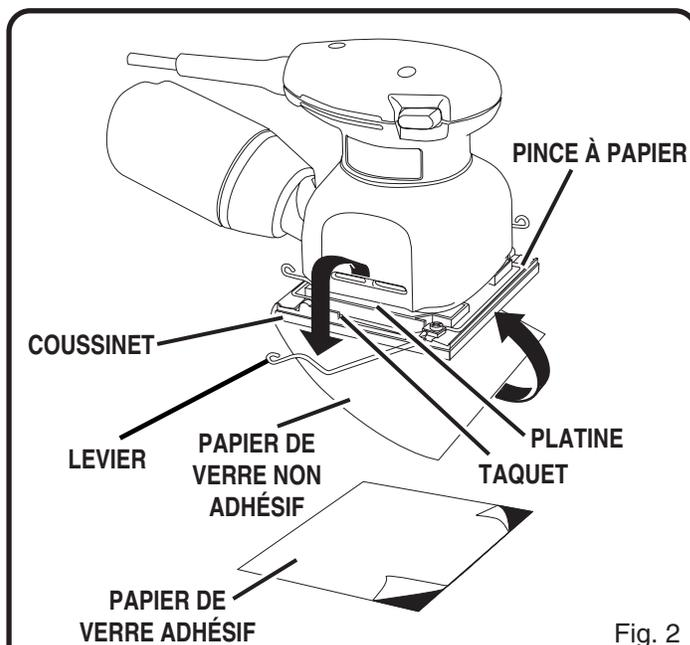

Fig. 2
Voir la figure 2.
5. Positionner le papier de verre en veillant à ce que son bord avant soit bien aligné sur le bord avant du coussinet, puis appliquer soigneusement le côté adhésif du papier sur le coussinet. **Remarque :** Le papier de verre doit être aligné sur le bord avant du coussinet afin de pouvoir poncer au ras des objets. Voir la figure 2.